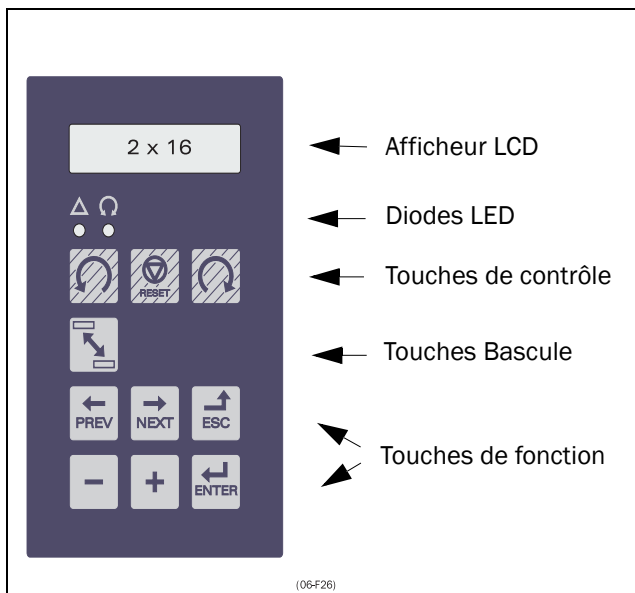

Fig. 15 Panneau de contrôle
La Fig. 15 montre le panneau de contrôle (CP). Le panneau de contrôle affiche le statut du convertisseur et il est utilisé pour programmer tous les réglages. Il est aussi possible de contrôler le moteur directement depuis le panneau de contrôle.